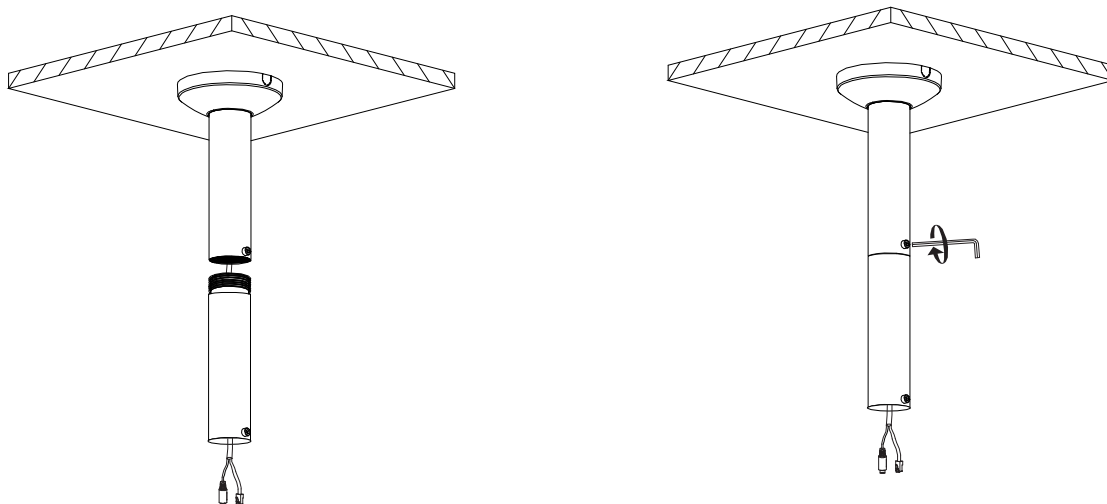

Рисунок 4.6 – Монтаж
9. С помощью ключа «Шестигранник» затяните фиксирующий винт M6×8 потолочного кронштейна BOLID BR-104 (Рисунок 4.6) для фиксации адаптера-удлинителя.
11. С помощью ключа «Шестигранник» затяните фиксирующий винт M6×8 адаптера-удлинителя BOLID BR-301 (Рисунок 4.6) для фиксации монтажного адаптера BOLID BR-306.